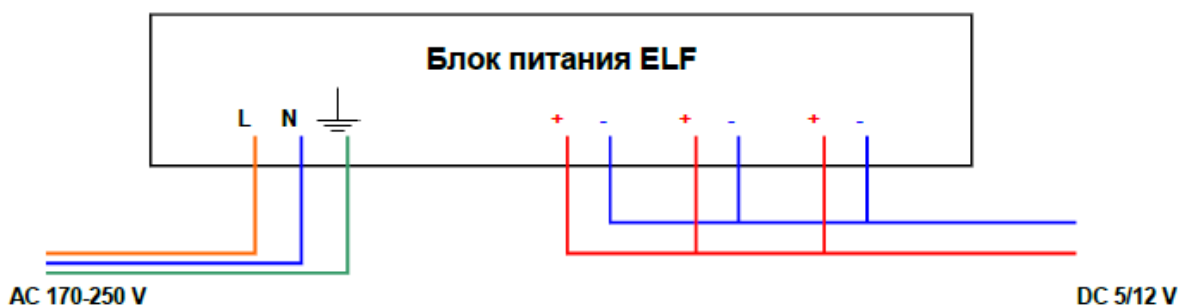

Рисунок 3.
- Для объектов (электроустановок), в которых применён принцип изолированной нейтрали (Рисунок 3)\*: